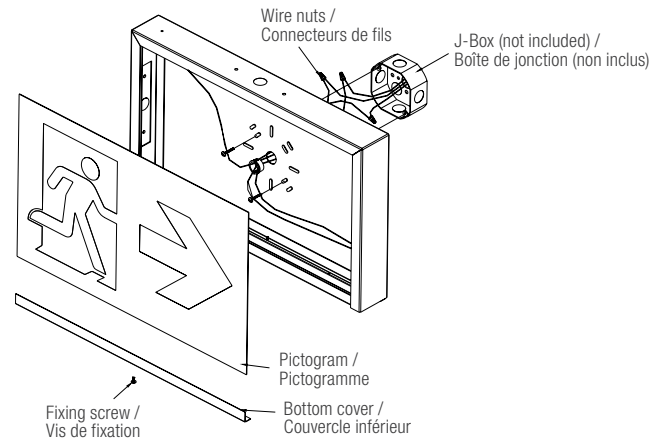

Figure 2
3. Feed AC supply leads through the center hole into the back plate. Mount the fixture to the J-Box using the "TM8#-32*1" (2pcs) screws (Fig. 2).
3. Faites passer les câbles d'alimentation par le trou central de la plaque arrière. Montez le projecteur sur la boîte de jonction à l'aide des vis « TM8#-32*1 » (2pcs) (Fig. 2).